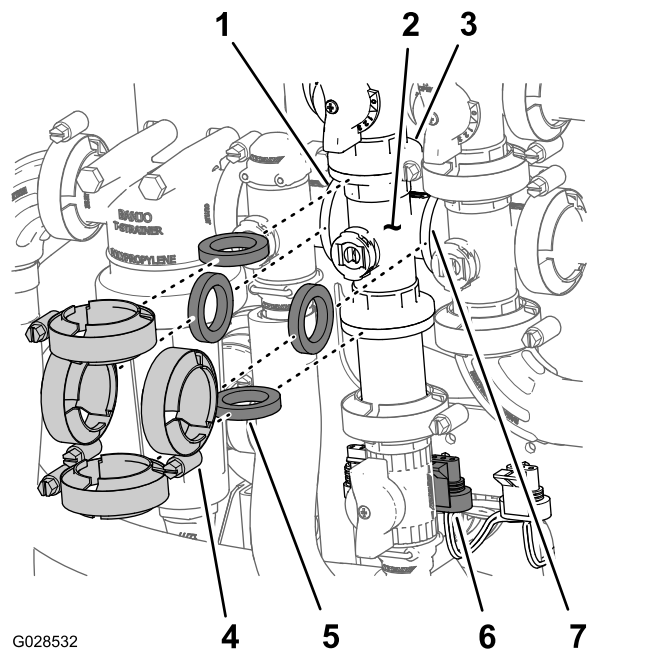

図 90
- 攪拌バルブ用のマニホルド 図 90 を攪拌バイパスバルブ、散布量制御バルブ、マスターブームバルブおよびアダプタフィッティングに固定しているクランプとガスケットを外す。